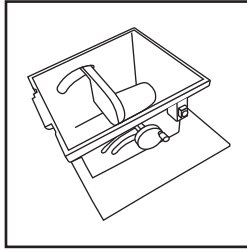

Fig. 2
- Dé la vuelta al cuerpo principal de la máquina y colóquelo sobre un banco de trabajo limpio, seguro y robusto, o similar **(Fig. 2)**.